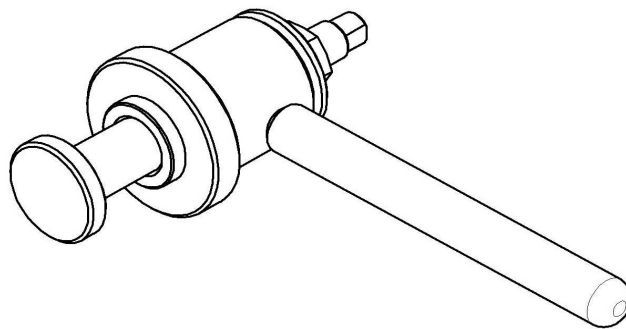

Рис.35 Приспособление для запрессовки манжет.
- используя приспособление для запрессовки манжет (см. рис.35) установить манжету 1;